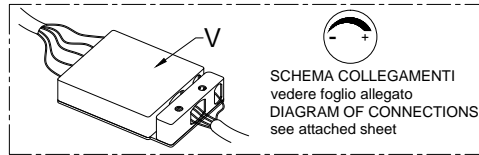

Fig. 3
- Versione Dimmerabile collegare i cavi all'interno della scatola (V) rispettando la polarità indicata, e richiudere la scatola (Fig. 3).
- Calzare il rivestimento in lycra (F) sulla struttura (B) allineando i riferimenti.
- Version Dimmable connect the cables inside the box (V) matching the polarity, and close the box (Fig. 3).